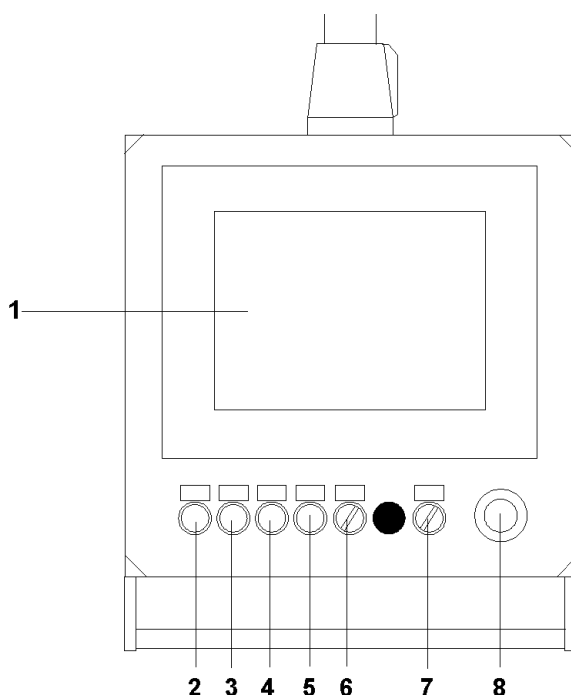

Abb. 5.1
Nachfolgend eine Beschreibung der Befehlstasten am Touch-Screen-Terminal - siehe auch Abb.5.1.
Die Anwahl einer dieser Betriebsarten erfolgt durch den Wahlschalter HAND/HALBAUTO/AUTO (6, Abb. 5.1), der sich auf dem Bedienpult der Maschine befindet.
Dies ist die normale Betriebsart. Die Maschine führt den eingestellten Arbeitszyklus aus (Programmanwahl vom programmierbaren Terminal). Der Betriebswahlschalter (6, Abb. 5.1) muss auf AUTO gestellt sein. Die Ein-/Ausschalttasten, Zyklusende und Not-Aus bleiben aktiviert. Auch der Wahlschalter HAND/HALBAUTO/AUTO ist aktiviert. Der Bediener kann für jede Bewegung die Betriebsparameter mit Hilfe des programmierbaren Terminals überprüfen (Kap. 5.5).
Ermöglicht die Durchführung einer Schritt-für-Schritt-Prozedur auf der Maschine, um die Richtigkeit der ausgeführten Operationen zu kontrollieren. Die Ausführung der verschiedenen Schritte erfolgt durch Druck der START-Taste (4, Abb. 5.1), nachdem der Wahlschalter (6, Abb. 5.1) auf HALBAUTO gestellt worden ist. Mit jedem Tastendruck führt die Maschine einen kompletten Zyklus durch. Es bleiben die im Automatikbetrieb beschriebenen Druck- und Wahlschalter aktiviert.
In dieser Betriebsart kann der Bediener die Maschine einzelne Bewegungen ausführen und, falls notwendig, wiederholen lassen. Diese Betriebsart ist nach einer Störung oder einem Maschinenstop während der Bearbeitung besonders nützlich. Um vom Automatikbetrieb zum manuellen Betrieb zu wechseln, muss der Betriebswahlschalter (6, Abb. 5.1) auf HAND geschaltet und die STOP-Taste (5, Abb. 5.1) gedrückt werden. Zum Ausführen der Bewegungen auf die START-Taste (4, Abb. 5.1) drücken, nachdem der zu bewegende Teil im Menü «HANDBETRIEBSBEFEHLE» am Touch-Screen ausgewählt worden ist.
- Die Taste STEUERUNG EIN (3, Abb. 5.1) drücken.
- Den Wahlschalter (6, Abb. 5.1) HAND/HALBAUTO/AUTO auf AUTO drehen.
- Sicherstellen, dass sich der rote Not-Aus-Schalter (8, Abb. 5.1) in Ruhestellung (herausgezogene Position) befindet.
- Die START-Taste (4, Abb. 5.1) betätigen: die Maschine führt den Lufteinlass durch und geht in Nullstellung.
- Nochmals die START-Taste (4, Abb. 5.1) betätigen: der Automatikbetrieb wird freigegeben und die Maschine beginnt die Bearbeitung mit dem abgespeicherten Programm.
- Auf die STOP-Taste (5, Abb. 5.1) drücken. Die Maschine beendet den Arbeitszyklus: bis zur Beendigung desselben blinkt das gelbe Licht der STOP-Taste, dann bleibt die Maschine stehen.
- Auf die Taste STEUERUNG AUS (2, Abb. 5.1) drücken.
Auf dem Bedienpult der Maschine ist ein roter, pilzförmiger Not-Aus-Schalter (8, Abb. 5.1) angebracht. Diese Vorrichtung darf nur in den folgenden Fällen verwendet werden:
- den roten, pilzförmigen Not-Aus-Schalter (8, Abb. 5.1) ausschalten, indem er um eine Viertelumdrehung im Uhrzeigersinn gedreht wird (wie der Pfeil auf dem Knopf anzeigt);
- auf die Einschalt-Taste STEUERUNG EIN (3, Abb. 5.1) drücken;
- auf die START-Taste (4, Abb. 5.1) drücken: die Maschine führt den Lufteinlass durch und geht in Nullstellung;
- zur Freigabe des Automatikbetriebs und zur Wiederaufnahme des Arbeitszyklus nochmals auf die START-Taste (4, Abb. 5.1) drücken.
- die Taste STEUERUNG EIN (3, Abb. 5.1) drücken;
- die START-Taste (4, Abb. 5.1) drücken: Luft wird eingelassen und die Maschine geht in Nullstellung; der Automatikbetrieb wird wieder aufgenommen.